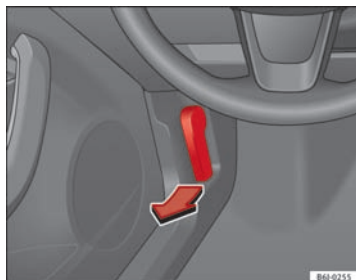

Fig. 123 Greb til motorhjelms
- Træk armen under instrumentpanelet → Fig. 123 i pilens retning. Motorhjelmen udløses ved hjælp af en fjeder ⇒ ⚠.